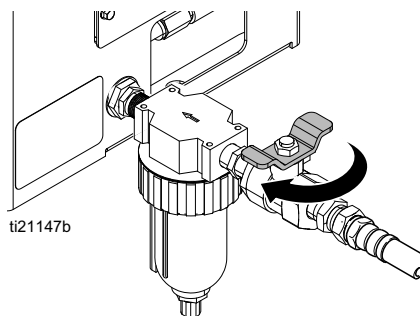

FIG. 11
- Conecte una línea de suministro de aire con un mínimo de 3/8 pulg. al filtro de aire. Consulte la FIG. 11.